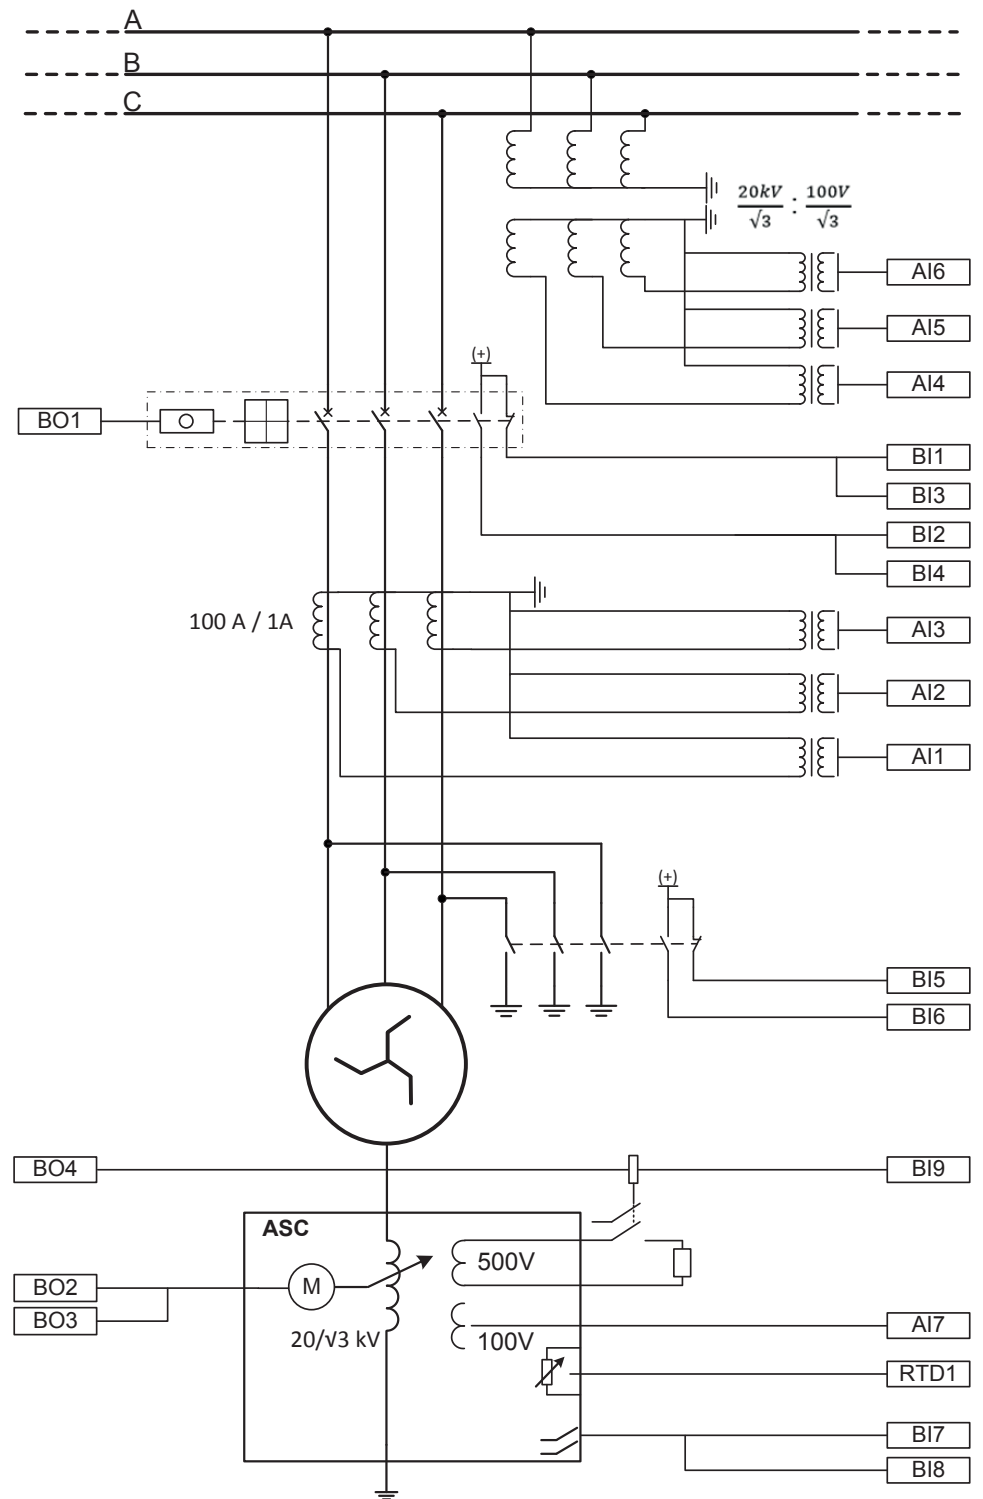

Abb. 159: Relaischnittstelle der Petersen-Spulensteuerung - Beispiel
Abbildung 159 zeigt einen Analogeingang (AI), Binäreingang (BI), Binärausgang (BO) und Widerstandtemperaturdetektor (RTD)-Signale, die für die Implementierung des Anwendungsbeispiels verwendet werden.